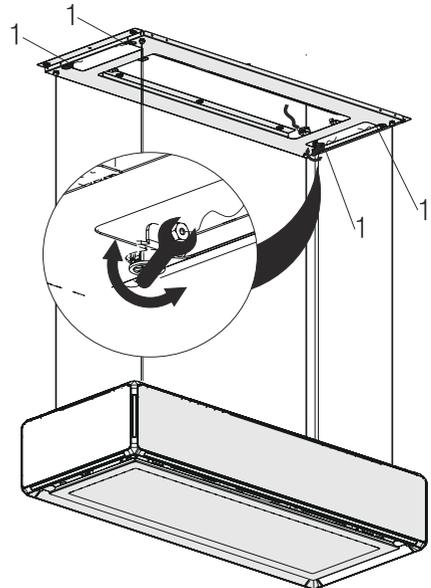

Fig. 25
10. ▶ Per regolare la differenza di livello, regolare il meccanismo di regolazione del filo di aggancio, girando a destra o a sinistra con l'aiuto di un'apposita chiave (Fig. 25). **SILVERLINE**